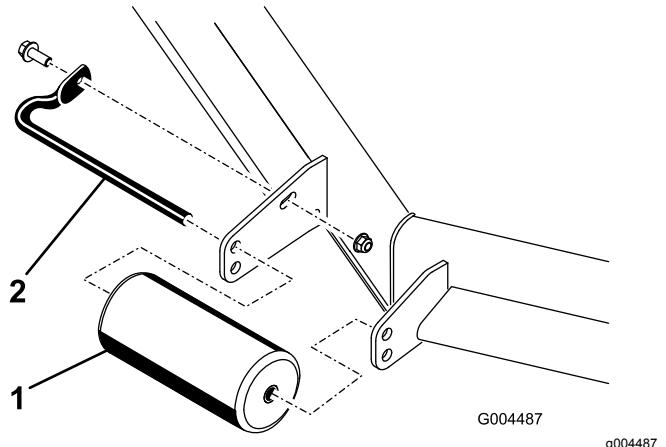
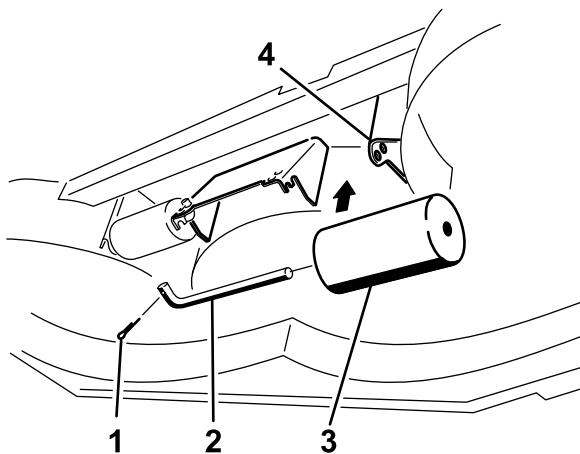

Figura 47
Figura 51
- Retire los herrajes que fijan cada rodillo a la carcasa del cortacésped y mueva los rodillos hacia arriba o hacia abajo según sea necesario; consulte Figura 47 a Figura 51, según corresponda a su cortacésped.
5. Instale las fijaciones según lo indicado (Figura 47 a Figura 51).